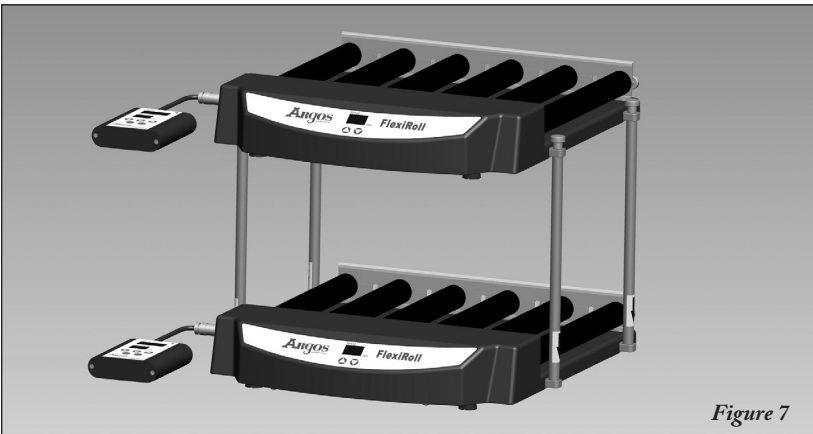

Figure 7
7. Fixez le capuchon en haut de la tige de support d'empilage (Figure 7).
Les FlexiRoll doivent apparaître comme l'ensemble de la Figure 7.